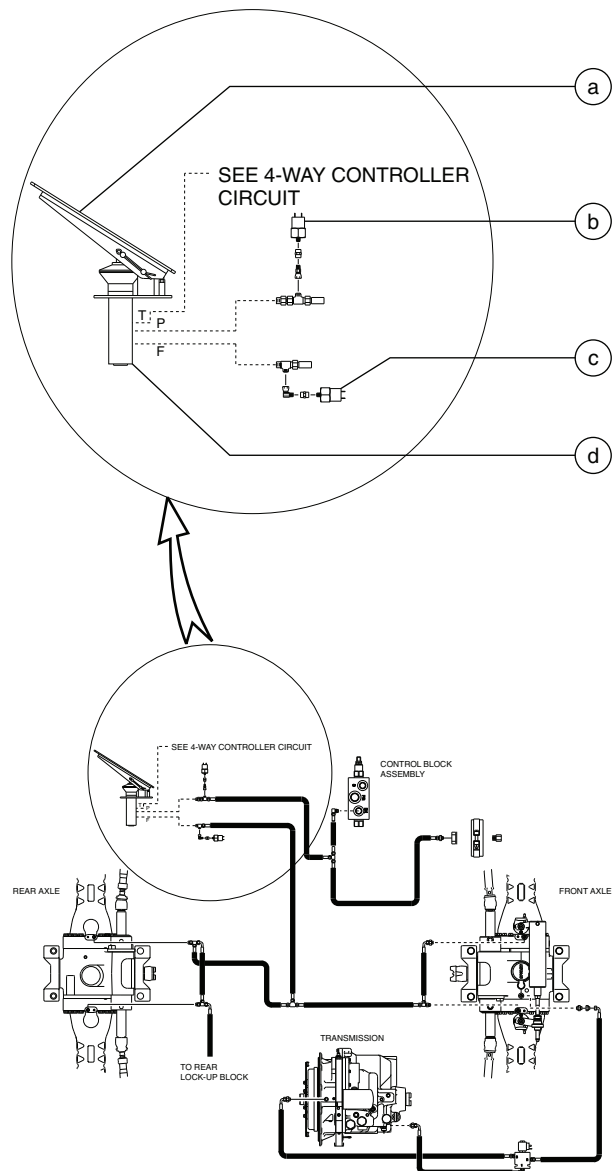

Ilustración 4
- 15 Etiquete y desconecte los cables del interruptor de desconexión del embrague y del interruptor de presión del freno. Ver la ilustración 4.